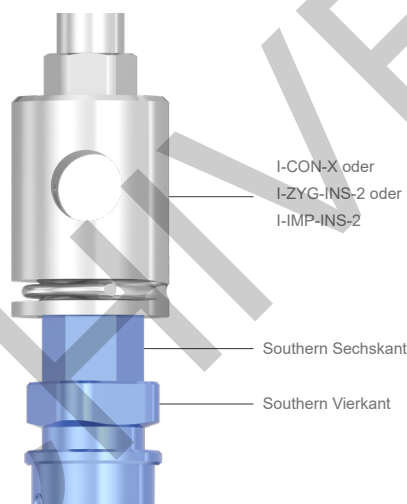

Abbildung 2: Nicht vollständig eingerastet I-CON-X/I-ZYG-INS-2/I-IMP-INS-2
2. Sicherstellen, dass die I-CON-X oder I-CONU-X/XS vollständig eingerastet ist (Abb. 3). Sollte der I-CON-X oder I-CONU-X/XS nicht vollständig eingerastet sein, wie in (Abb. 2) dargestellt, kann es zu einer Beschädigung des Einsatzwerkzeugs und/oder der Halterung der Vorrichtung kommen.